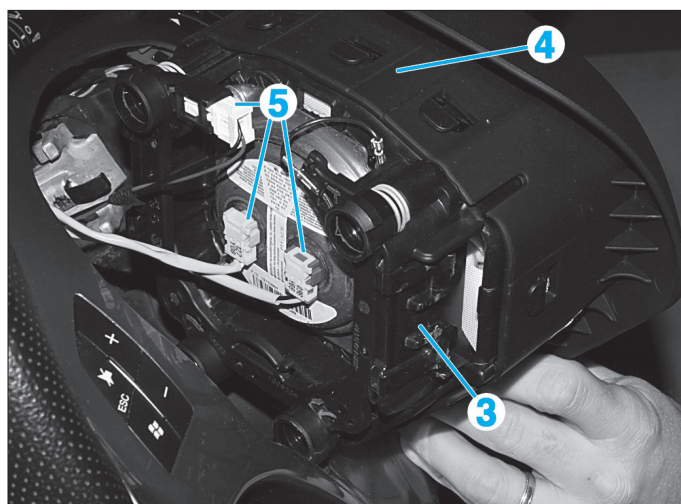

Fig. 2
- Tourner légèrement les tournevis (1) jusqu'à libérer les attaches (2) du volant des deux logements latéraux (3) du module d'airbag.
- Dégager le module d'airbag (4) du volant (Fig.2).
- Débrancher les connecteurs (5).
- Déposer le module d'airbag (4).